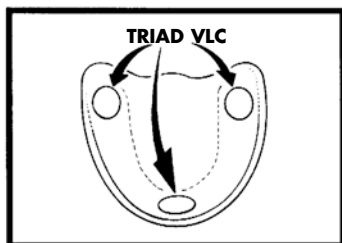
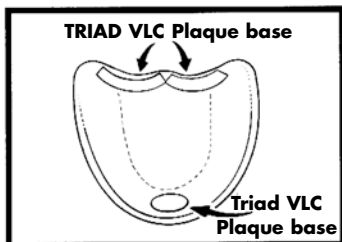

Figure 3 – Maxillaire avec butées tissulaires
Figure 5 – Maxillaire avec butées tissulaires et postdam
- d. Pour créer les butées tissulaires, disposez des petits morceaux de matériau de rebasage TRIAD Hi-Flow (flux élevé) ou Regular (normal) dans une configuration de trépied. (Voir Figures 3 et 4.) Une autre configuration sur un appareil maxillaire pourrait comprendre une butée tissulaire et un scellement palatin postdam. (Voir Figure 5.)